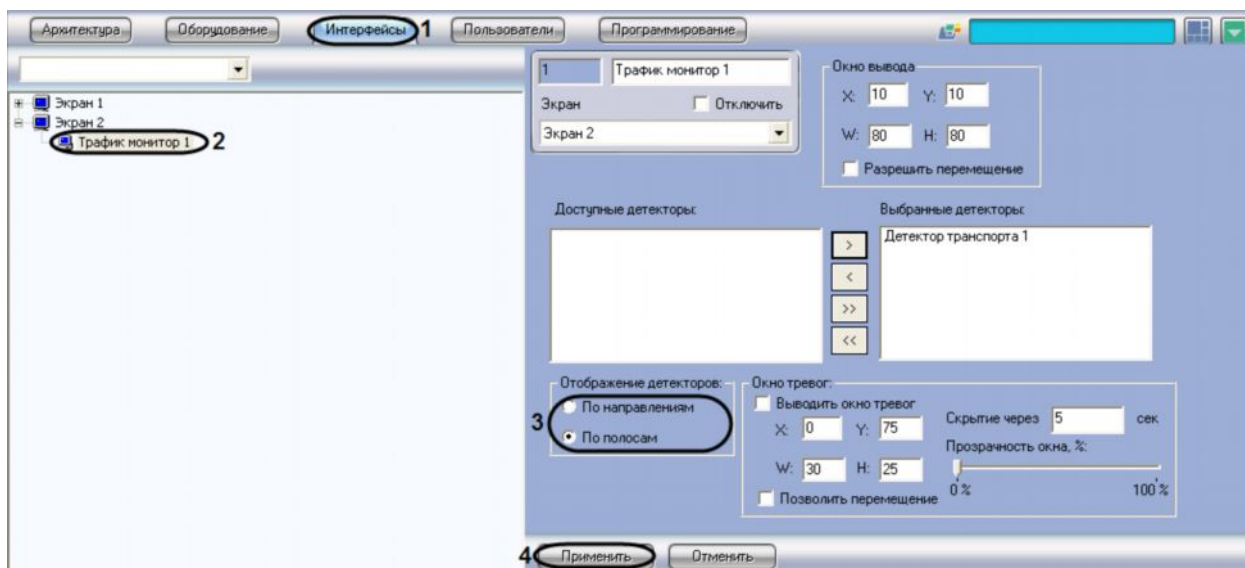

Рис. 7.8.4-1 Выбор способа отображения информации о движении ТС
1. Перейти на вкладку «Интерфейсы» диалогового окна «Настройка системы» (см. Рис. 7.8.4-1, 1).
2. Выбрать в дереве объект «Трафик монитор» (см. Рис. 7.8.4-1, 2).
3. Установить переключатель «Отображение детекторов» в одно из предложенных положений (по направлениям, по полосам) (см. Рис. 7.8.4-1, 3).
4. Нажать кнопку «Применить» для сохранения настроек (см. Рис. 7.8.4-1, 4).